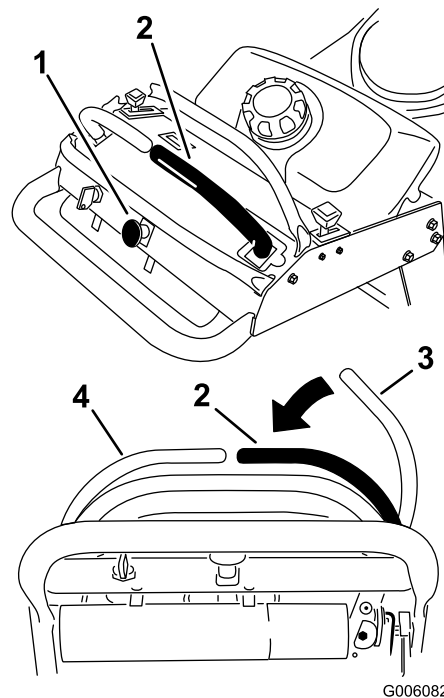

Figura 7
- Para engranar las cuchillas del cortacésped, mueva la palanca de control de movimiento derecha a la posición central, desbloqueada (Figura 7).